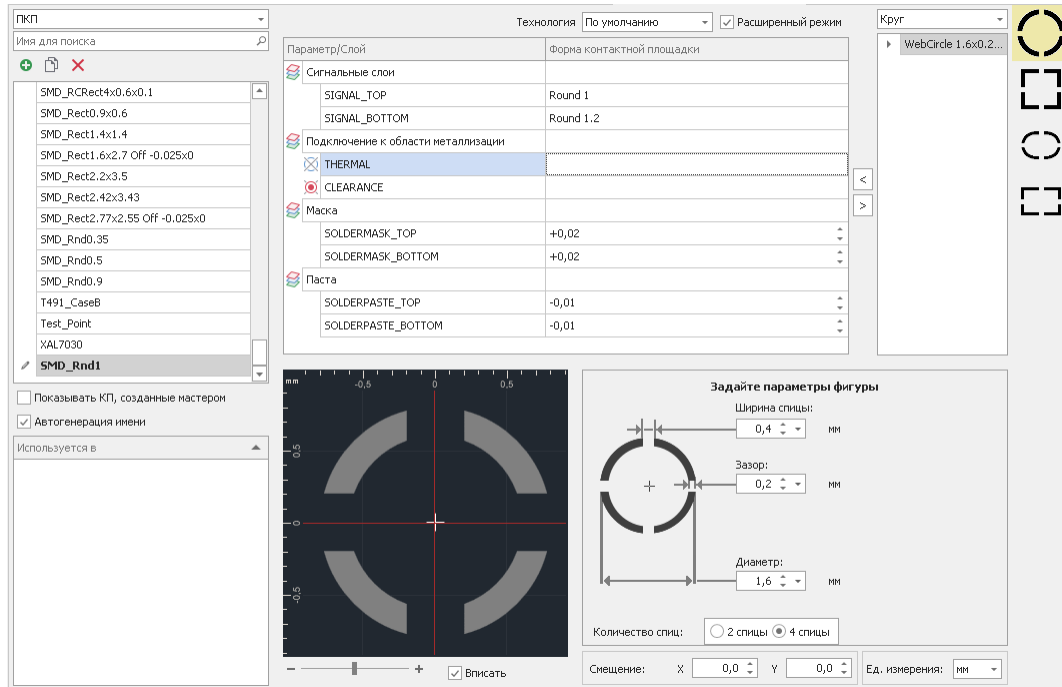

Рис. 61 Выбор параметра «THERMAL» для установки термобарьера
2. Перейти к параметру «THERMAL», который отвечает за установку термобарьера, см. Рис. 61.